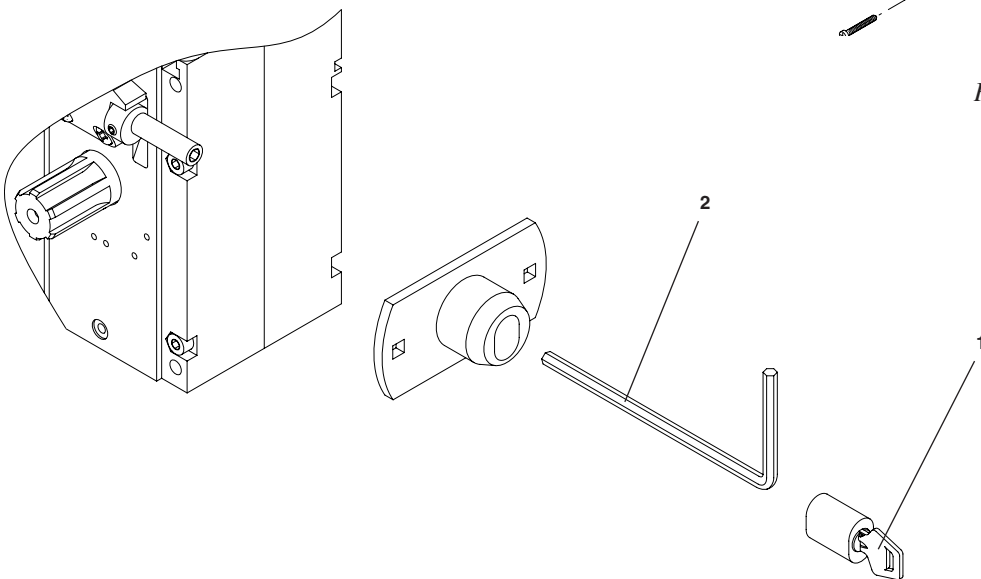

Fig.13
7.3 Sblocco esterno con chiave personalizzata (fig. 13).